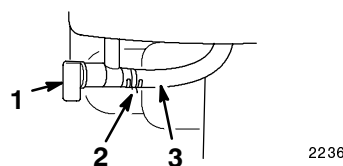

Figure 14
- **Robinet d'essence** (Fig. 14)—Ce robinet se trouve sous le réservoir d'essence. Fermez-le pour couper la circulation de l'essence du réservoir, ou ouvrez-le pour permettre à l'essence d'arriver au carburateur. Fermez-le quand la déneigeuse ne sert pas.
3. Ouvrez le robinet d'essence (Fig. 14) en le tournant vers la gauche.